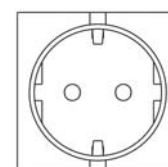

Figura 1: parte frontale
- Collegare il punto di messa a terra dell'inverter (Vedere figura 1, rif. 7) al punto di messa a terra del veicolo/della barca.
- Collegare il conduttore di neutro (N) dell'uscita CA dell'inverter alla messa a terra di sicurezza (PE/GND) e integrare nel cablaggio dell'uscita CA un interruttore differenziale (GFCI).
- Collegare il conduttore di neutro (N) dell'uscita CA dell'inverter alla messa a terra di sicurezza (PE/GND)
Vedere figura 1, rif. 6. Di norma, non è necessario modificare le impostazioni predefinite dei commutatori DIP. L'inverter viene fornito in dotazione già pronto per l'uso.
- Prima di installare l'inverter, assicurarsi che l'interruttore principale (figura 1, rif. 1) si trovi nella posizione OFF.
3. Tensione CA: il carico può essere collegato direttamente all'uscita CA (Figura 1, rif. 2).
Spostare l'interruttore principale (Figura 1, rif. 1) su "ON". L'inverter avvia un'autoverifica indicata da due segnali acustici provenienti da un dispositivo e da appositi indicatori a LED lampeggianti. Tali segnali durano circa due secondi. Il dispositivo produce un altro segnale acustico e l'inverter si accende, come segnalato da due indicatori a LED verdi. L' inverter è quindi pronto per fornire il carico collegato all'uscita CA (1).
Spostare l'interruttore principale (Figura 1, rif. 1) sulla posizione "OFF". N.B. Lo spegnimento dell'inverter non interrompe il collegamento alle batterie!
L' inverter può essere messo in funzione da un luogo remoto tramite un interruttore a distanza opzionale. Spostare l'interruttore principale (Figura 1, rif. 1) sulla posizione "REMOTE". Una volta chiuso il contatto remoto, l' inverter si trova acceso.
Vedi figura 1. Il funzionamento dell'inverter è visualizzabile grazie a tre indicatori LED (3), (4) e (5).
1. Spostare l'interruttore principale (Figura 1, rif. 1) sulla posizione "OFF".